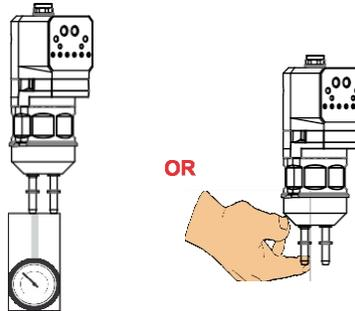

Figura 12 Vacío Opciones de comprobación
3. Desconecte el tubo de polvo de la bomba. Conecte un vacuómetro al racor de aspiración o coloque el dedo sobre el racor, como se muestra en la figura 12.